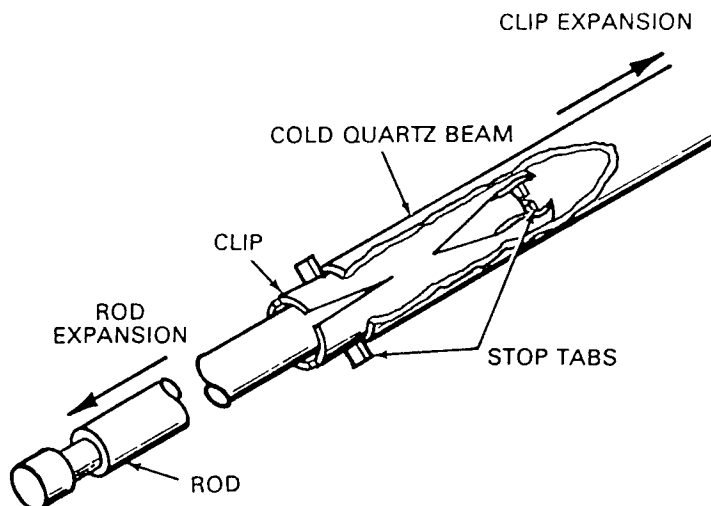

Bild 10 . Installation des Waagebalkens und der Klammer
7. Stellen Sie sicher, daß das Quarzstäbchen bis zum Anschlag in der Klammer und die Klammer bis zum Anschlag im Waagebalken steckt (s. Abb. 10).